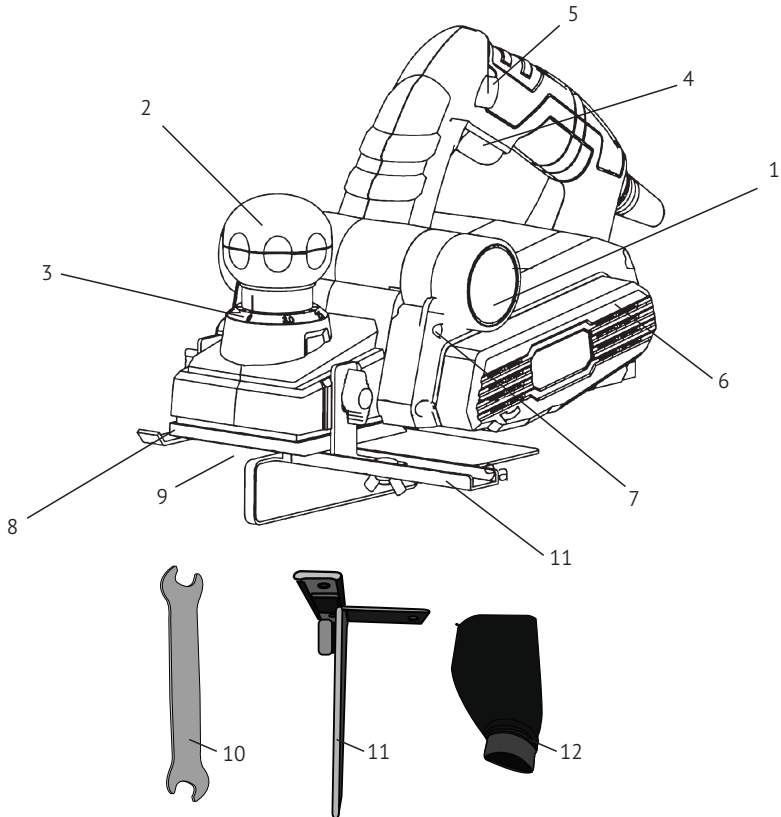

Рис. 1
- Снимите защитный кожух ремня 6 (рис. 1).
- Для начала работы нажмите кнопку блокировки включения 5 (рис. 1).
- Удерживая ее, нажмите выключатель 4 (рис. 1).
- При помощи регулятора глубины строгания 2 (рис.1) установите необходимую глубину от 0 до 2 мм.
- Вращая регулятор, Вы увеличиваете или уменьшаете глубину строгания. Установив нужную глубину ориентируясь на шкалу глубины строгания 3 (рис. 1), поднесите рубанок к обрабатываемой поверхности подошвой 8 (рис. 1) так, чтобы она касалась поверхности заготовки. Ножи не должны касаться поверхности.
- Установите параллельный упор 11 (рис. 1). Используйте его для более прямолинейного и качественного строгания.